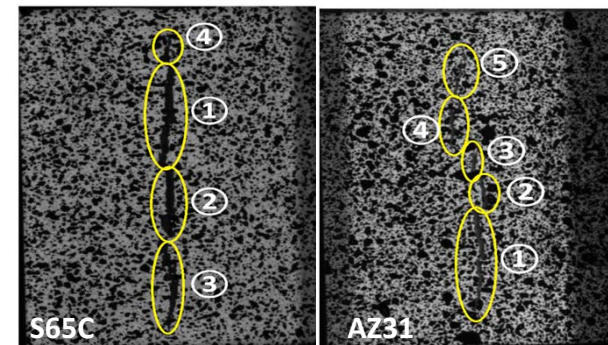
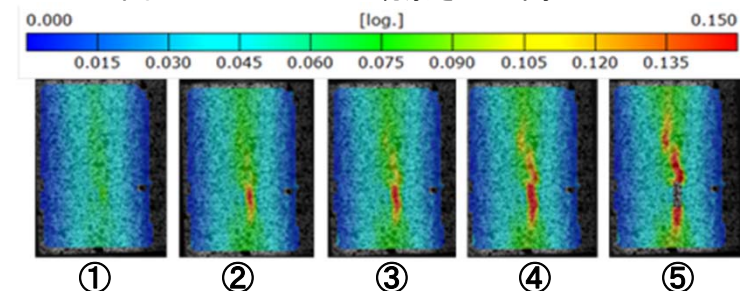

図2 S65CとAZ31の観察された割れ
図3 各地点での割れ発生時の最大主ひずみ分布
図2に、CCDカメラで撮影したS65CとAZ31の割れを示す。図中の黄色の印は割れが発生した地点、番号は割れの発生した順番を示す。その結果、個々の割れが発生し、割れが拡大し繋がることで、図. 2に見られる大きな割れが成形されることが確認できた。図. 3にAZ31の各地点①～⑤での割れの最大主ひずみ分布を示す。図3より、まず試験片の中央部分から割れが発生し、時間の経過に伴い試験片の圧延直角方向に割れが拡大していることが確認できる。